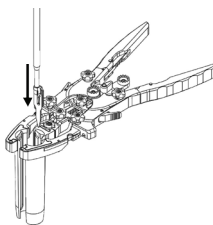

Figura 17
- Far scorrere il distanziatore lungo il canale della lama (Figura 17).